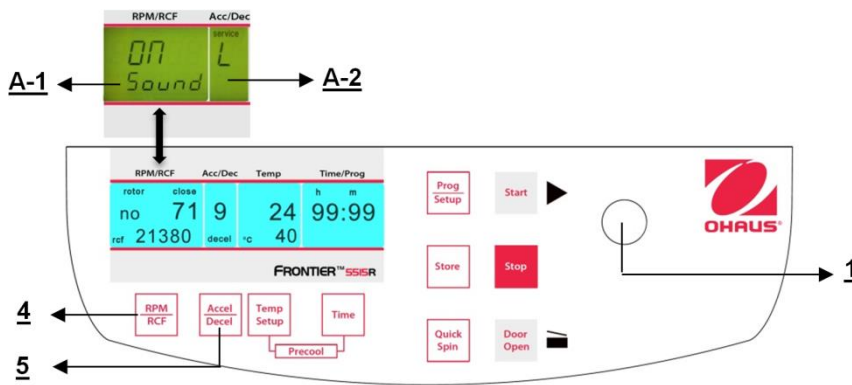

Figure. 33
Poursuivre conformément à la description du paragraphe 4.1.2 pour entrer dans ce mode de programme et appuyer ensuite sur la touche "**Accel/Decel**" (5). Sur l'affichage "**Acc/Dec**" (A-2), le mot "**Service**" clignote. Sélectionner maintenant la lettre "**L**" avec le bouton de réglage (1). Ceci entraîne l'apparition des mots "**On Sound**" sur l'affichage "**RPM | RCF**" (4). En appuyant maintenant sur la touche "**RPM | RCF**" (4), le mot "**On**" clignote et il devient possible de couper le son avec le bouton de réglage (1) (voir la figure 33).